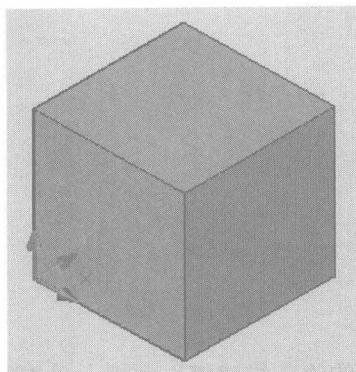

图2-2 创建立方体
**①** 打开AutoCAD 2009，进入“默认”选项卡中的“三维建模”面板，单击“球体”按钮右侧的下三角按钮，显示其下拉按钮，单击“长方体”按钮，命令行会出现“指定第一个角点或[中心(C)]”提示符，在命令行输入0,0,0，按Enter键，命令行会出现“指定其他角点或[立方体(C)/长度(L)]”提示符，在命令行输入c，按Enter键，命令行会出现“指定长度”提示符，在命令行输入600，按Enter键，在视图中会出现如图2-2所示的立方体。